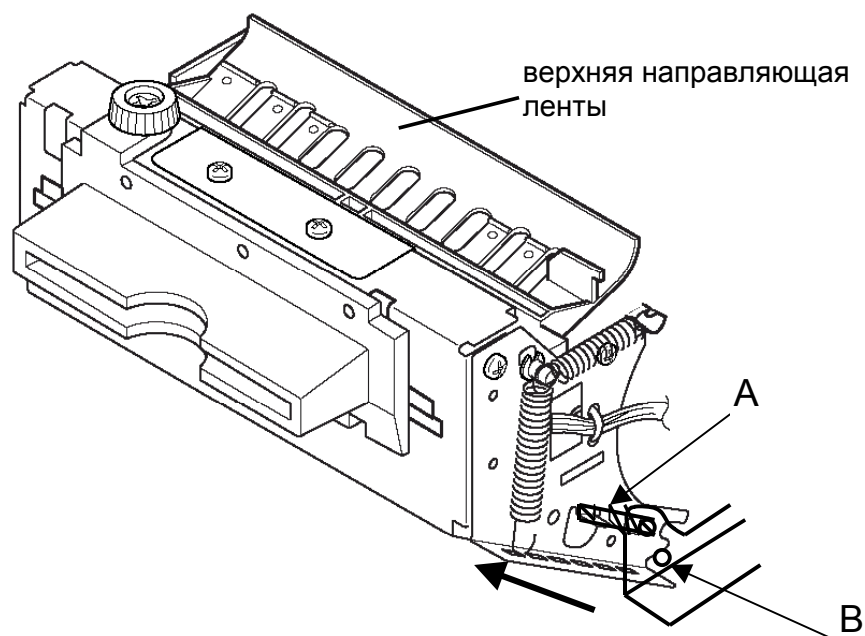

Рисунок 7.8- Отделение модуля презентера от кронштейна
7.9.1.1 Потянуть механизм презентера вперед и вверх за направляющую выхода ленты по направлению, указанному жирной стрелкой (Рисунок 7.8) (также Приложение Б, Рисунок Б.1, стрелка В), вывести вырез в корпусе презентера из зацепления со штифтом В кронштейна, после чего презентер окажется откинутым на пружинах А.